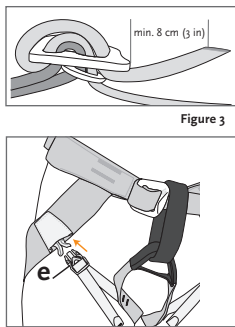

Figure 4
6. Attachez les boucles rapides en plastique (e) et réglez celles-ci pour obtenir un confort maximal (Figure 4). Les tours de cuisson doivent être ajustés fermement sans toutefois entraver les mouvements. Veillez à ce que les sangles ne vrillent pas.